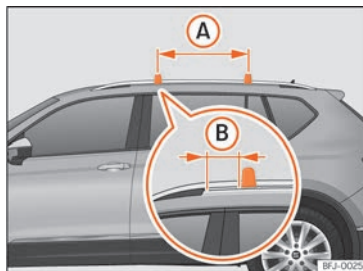

Abb. 208 Befestigungspunkte der Längsträger für den Dachgepäckträger
Die Querstangen werden an der seitlichen Dachreling angebracht. Der Abstand zwischen den Querstangen »» (Abb. 208) (A) muss zwischen 75 und 90 cm betragen und der Abstand von den Querstangen und der Dachreling (B) muss 15 cm betragen.